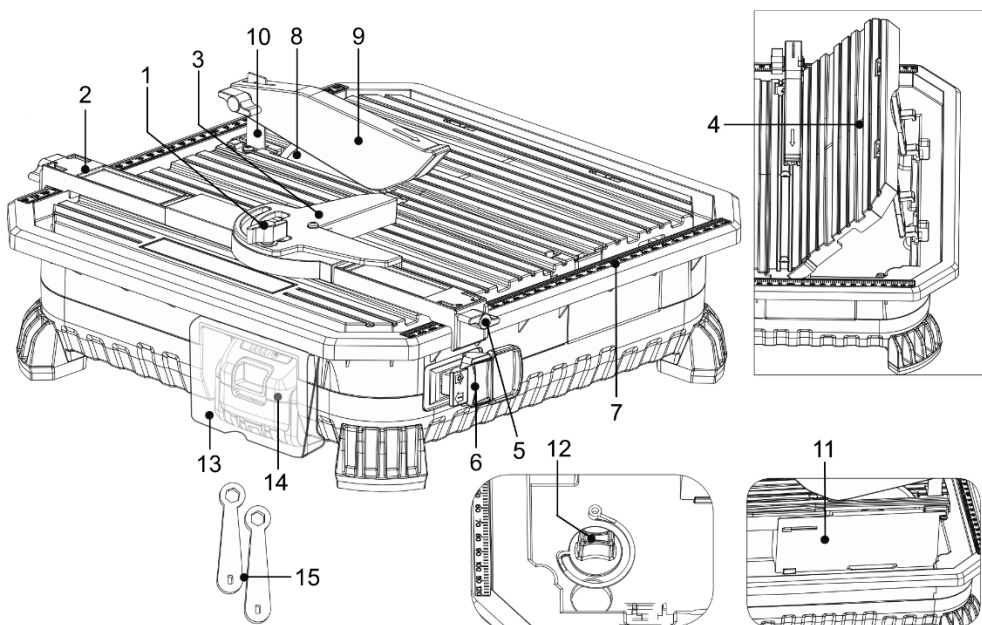

Рисунок 1
- Зніміть рухому частину робочого стола (4, рисунок 1), як показано на рисунку 2.1.